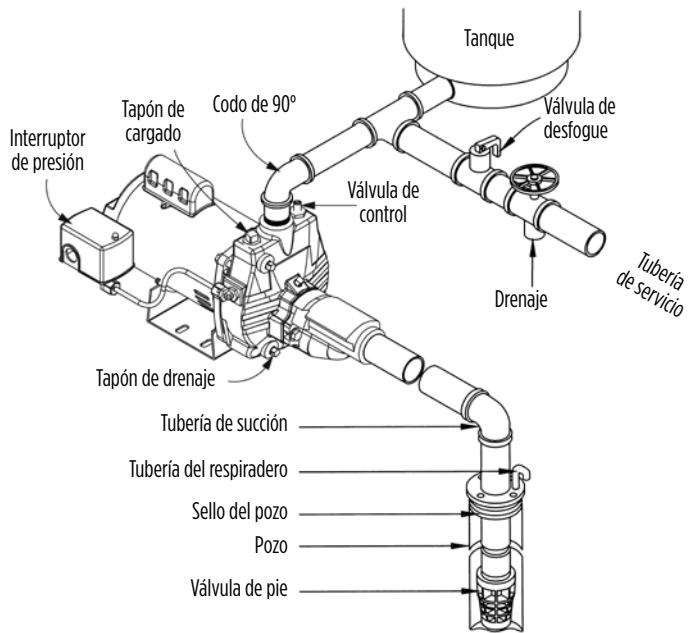
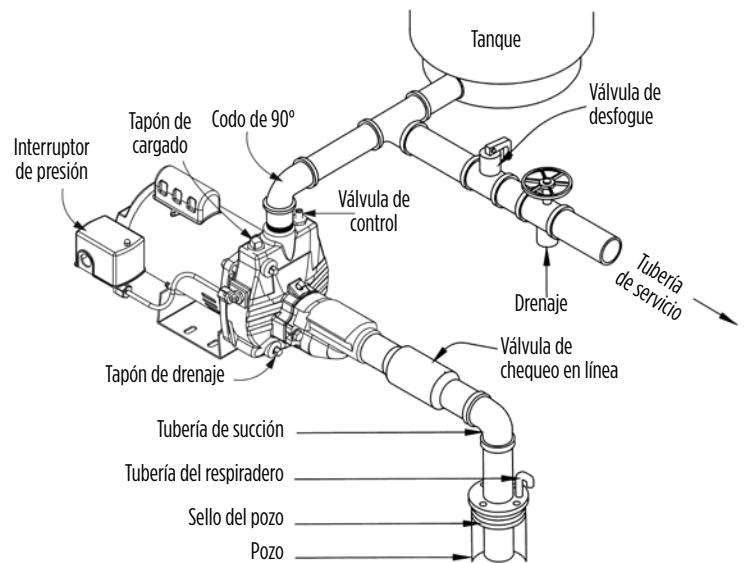

Fig. 9a - POZO POCO PROFUNDO
Fig.9b - POZO POCO PROFUNDO
13. Si la bomba incluye un manómetro o si desea instalar uno, se debe instalar en el orificio NPT de 6.4 mm (1/4 pulg) en la parte delantera del revestimiento, directamente en frente del punto de cebado. (Ver **Instalaciones típicas**, Fig. 9a, 9b, 9c o 9d).
Las instalaciones en pozos poco profundos utilizan una sola tubería que conecta la bomba al suministro de agua. Si su nivel freático fluctúa y puede alcanzar profundidades de bombeo mayores de 7.6 m (25 pies), siga las instrucciones para las aplicaciones de pozo profundo. Esta bomba se puede utilizar para pozos perforados (ver Fig. 9a) o pozos hincados (ver Fig. 9b). Los pozos perforados son hoyos en el suelo, perforados por perforadores de pozos profesionales que utilizan grandes perforadoras. Los pozos hincados utilizan una punta de perforación de pozo (también conocida como punta de perforación de arena), que es un tubo puntiagudo largo con un filtro que permite la entrada del agua y deja afuera la arena y el sedimento. El conjunto del inyector provisto con la bomba está preensamblado para ser utilizado en pozos de hasta 7.6 m (25 pies) y se instala **directamente en la bomba**.
3. Hay dos tipos de instalaciones de pozo poco profundo: pozos perforados (ver Fig. 9a) o pozos hincados (ver Fig. 9b). Los pozos perforados son hoyos en el suelo, perforados por perforadores de pozos profesionales que utilizan grandes perforadoras. Los pozos hincados utilizan una punta de perforación de pozo (también conocida como punta de perforación de arena), que es un tubo puntiagudo largo con un filtro que permite la entrada del agua y deja afuera la arena y el sedimento. El nivel de agua en un pozo hincado es bastante alto o está cerca del nivel del suelo (9.1 m [30 pies] como máximo). Siga con la instalación de pozo poco profundo correspondiente.
10. Si la bomba incluye un manómetro o si desea instalar uno, se debe instalar en el orificio NPT de 6.4 mm (1/4 pulg) en la parte delantera del revestimiento, directamente en frente del punto de cebado. (Ver **Instalaciones típicas**, Fig. 9a, 9b, 9c o 9d).
11. Si la bomba incluye un manómetro o si desea instalar uno, se debe instalar en el orificio NPT de 6.4 mm (1/4 pulg) en la parte delantera del revestimiento, directamente en frente del punto de cebado. (Ver **Instalaciones típicas**, Fig. 9a, 9b, 9c o 9d).